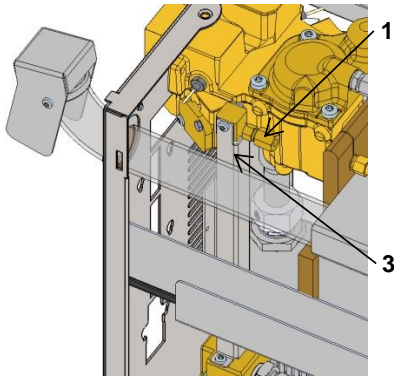

Abb. 4: Füllstandsanzeige ausgefahren
6. Um die Zugänglichkeit zu Schallwandler (BB 1) zu ermöglichen, muss die Füllstandsanzeige (10) demontiert werden. Dabei ist wie folgt vorzugehen:
- Verschraubung Rohrleitung (Kennzeichnung 1 → Abb. 4) lösen.
- Füllstandsanzeige (Kennzeichnung 3 → Abb. 4) ausfahren, so dass Zugänglichkeit zum Schallwandler (BB 1) gewährleistet ist.